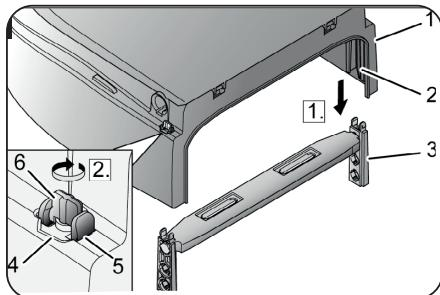

Fig. 7
1. Placez le corps (1, figure 7) de la rehausse de siège de toilette sur la cuvette des toilettes de manière à ce que les supports de hauteur (3, figure 7) glissent dans les guides (2, figure 7) du corps.
2. Poussez le corps vers le bas jusqu'à ce que les supports en hauteur s'enclenchent. Vous devez ensuite pouvoir voir les taquets gris (5, fig. 7) dans l'ouverture (4, fig. 7) sur le corps.
3. Tournez le verrou rouge (6, fig. 7) de 90°. Les ergots d'arrêt sont ainsi sécurisés. Pour ce faire, tournez le loquet gauche dans le sens des aiguilles d'une montre et le loquet droit dans le sens inverse.